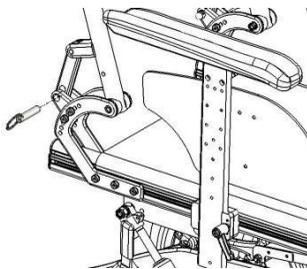
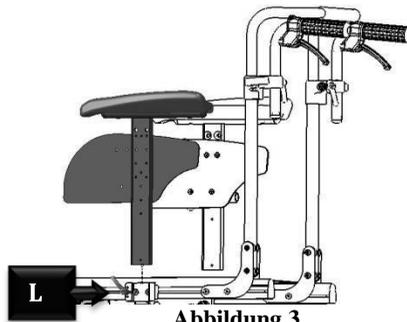

Abbildung 1
Abbildung 3
Beim Modell mit starrem Gestell wird der Rollstuhl bereits fertig montiert geliefert. Für die Inbetriebnahme des Rollstuhls die Armlehnen wie in Abbildung 3 dargestellt abnehmen und den in Abbildung 1 gezeigten Schnelleinsatz entfernen, die Rückenlehne in die richtige Position bringen und den Schnelleinsatz erneut einsetzen. Vergewissern Sie sich, dass dieser richtig eingesetzt ist.
Schließlich, wie in Abbildung 3 gezeigt, die Armlehnen anbringen und sicherstellen, dass die Schnapphebel (L) richtig eingerastet sind.